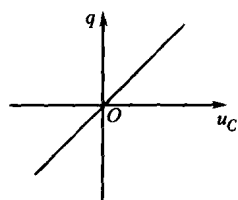

图 1.1-16
性质: ①线性电容的特性曲线为在 $q-u_C$ 坐标系下过原点的斜直线, 见图 1.1-16。